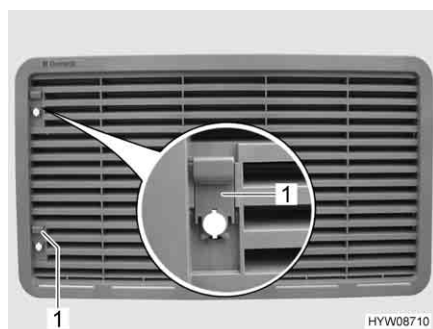

Fig. 137 Griglia di aerazione del frigorifero
- Spingere il cursore (Fig. 137,1) verso l'alto.